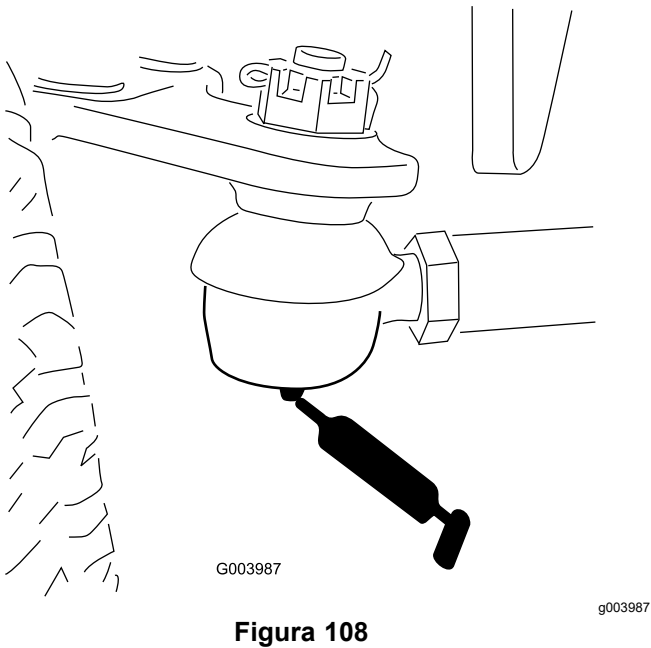

Figura 108
- Tijă ax spate (2) (Figura 108)